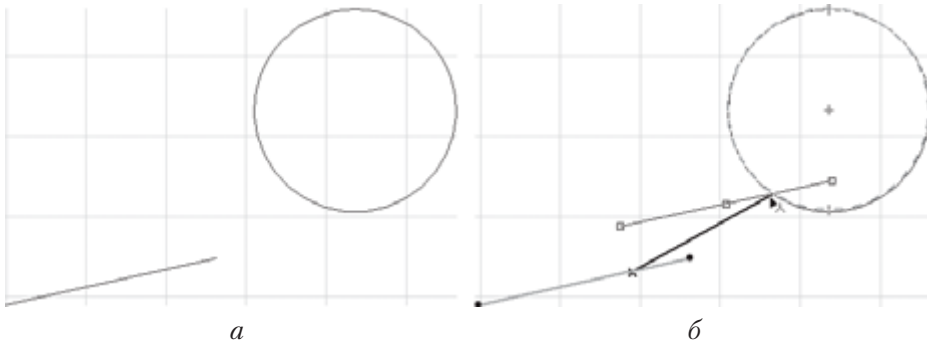

Рис. 4.9. Определение центра окружности с использованием направляющей
Используя необходимые инструменты, постройте расположенные рядом окружность и линию (рис. 4.9, а). Необходимо переместить линию так, чтобы она исходила из центра окружности. Задача осложняется тем, что центр окружности невидим.
5. Задержите указатель мыши в этом положении до тех пор, пока на окружности не появится пунктирная направляющая оранжевого цвета (рис. 4.9, б). Центр окружности будет помечен крестиком.